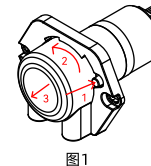
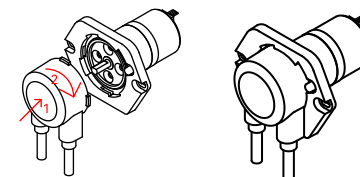

图1
图3
1. 按下卡扣（图1标号1）
2. 逆时针旋转泵头盖至限位处（图1标号2）
3. 面向自己方向垂直取下泵头盖（图1标号3）
2. 按照之前拆卸位置（图1标号3）原方向插入到电机轴上，（图3标号1），顺时针旋转，待泵头卡扣与泵头前盖锁住到位，此时泵头的出/入口应与泵头安装板的两个螺钉安装孔成垂直状态图示如下图3